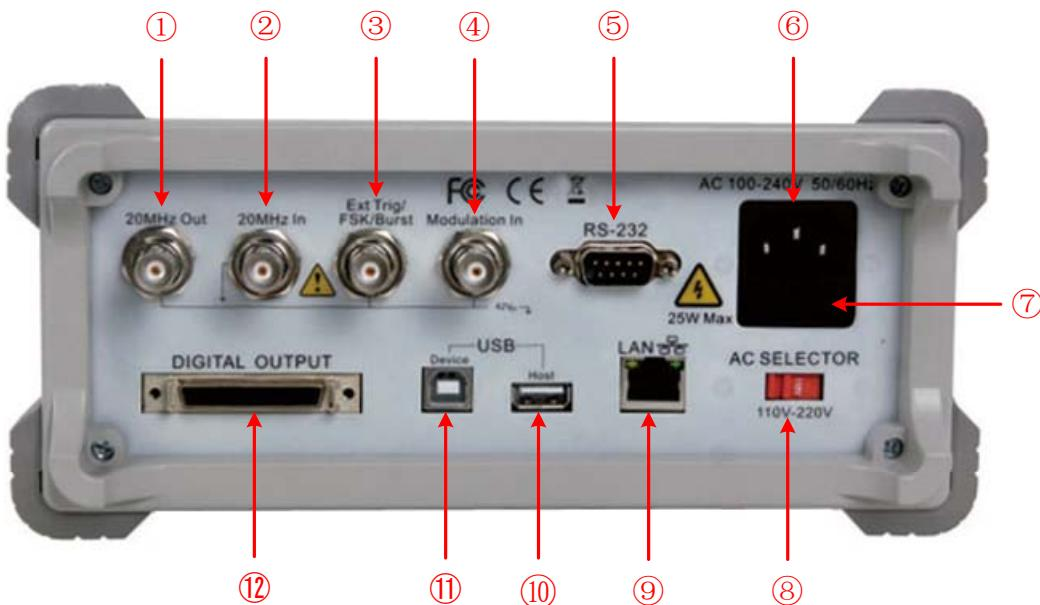

图 4-2 后面板概览
AG4151 任意波形发生器可输入电压为 110V 和 220V 的两种交流电源。根据所在国家的电源电压标准调节仪器后面板的 电源转换开关 (见图 4-2), 并更换相应的保险丝。
- (1) 关闭仪器前面板的电源开关, 拔掉电源线。
- (2) 仪器出厂时内置 250 V, F2AL 的保险丝, 若与电压不匹配, 使用一字螺丝刀撬开盖板 (见图 4-2中的⑦), 进行更换。
- (3) 调节 电源转换开关 至所需电压值。